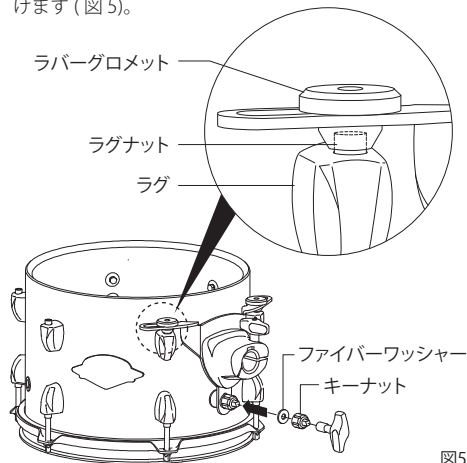

図5
5. Opti-Loc 本体を取り付けます。その際、ラバーグロメットがラグのラグナットにしっかりとハマっていることをご確認ください。ファイバーワッシャーとキーナットを図のように取り付け、チューニングキーで締めつけます ( 図 5)。